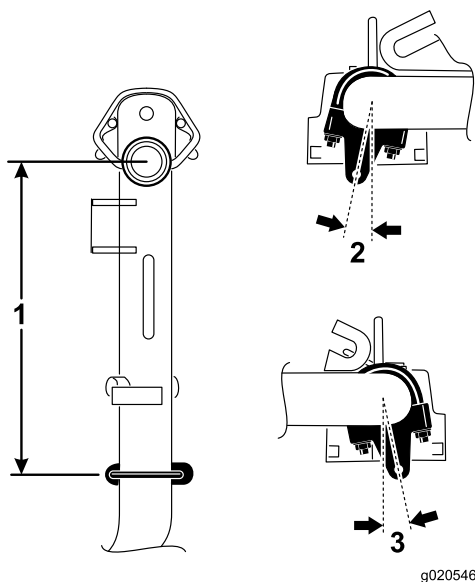

Bild 5
1. Positionieren Sie die Kettenhalterungen und die U-Bügel an den Hubarmen Nr. 1, Nr. 4 und Nr. 5 38,1 cm hinter der Mittellinie des Kreuzgelenks (Bild 5).
2. An den Hubarmen Nr. 1 und Nr. 5 sollten die Halterungen 10 Grad nach rechts von der Vertikalen gedreht werden (Bild 5).
3. Am Hubarm Nr. 4 sollte die Halterung 10 Grad nach links von der Vertikalen gedreht werden (Bild 5).